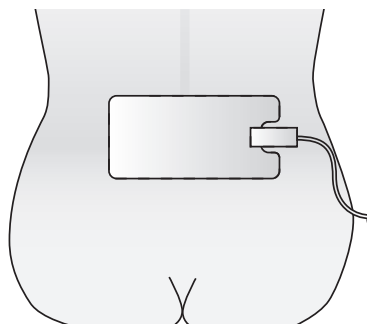

Figura 4-6. Coloque la placa de toma de tierra para paciente en la zona lumbar.
- a. Oriente el lado del cable de la placa de toma de tierra para paciente hacia el generador de radiofrecuencia. A continuación, coloque la placa de toma de tierra para paciente en posición horizontal en la parte inferior de la espalda inmediatamente encima de las nalgas, tal como se muestra en la Figura 4-6.